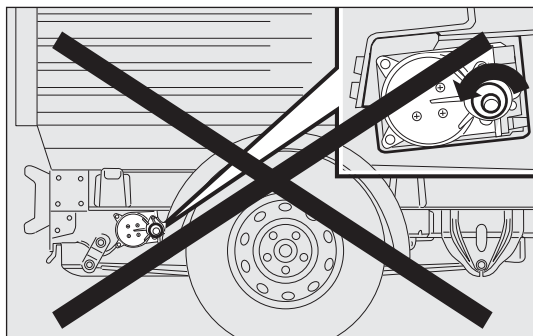

fig. 162
***Al termine della manovra di sollevamento/bloccaggio della ruota di scorta, occorre estrarre la chiave di azionamento, avendo cura di non ruotare la stessa in senso inverso nel tentativo di agevolare l'estrazione della chiave stessa, per evitare il disimpegno del dispositivo di aggancio e la mancata ritenuta in sicurezza del complessivo ruota fig. 162.***